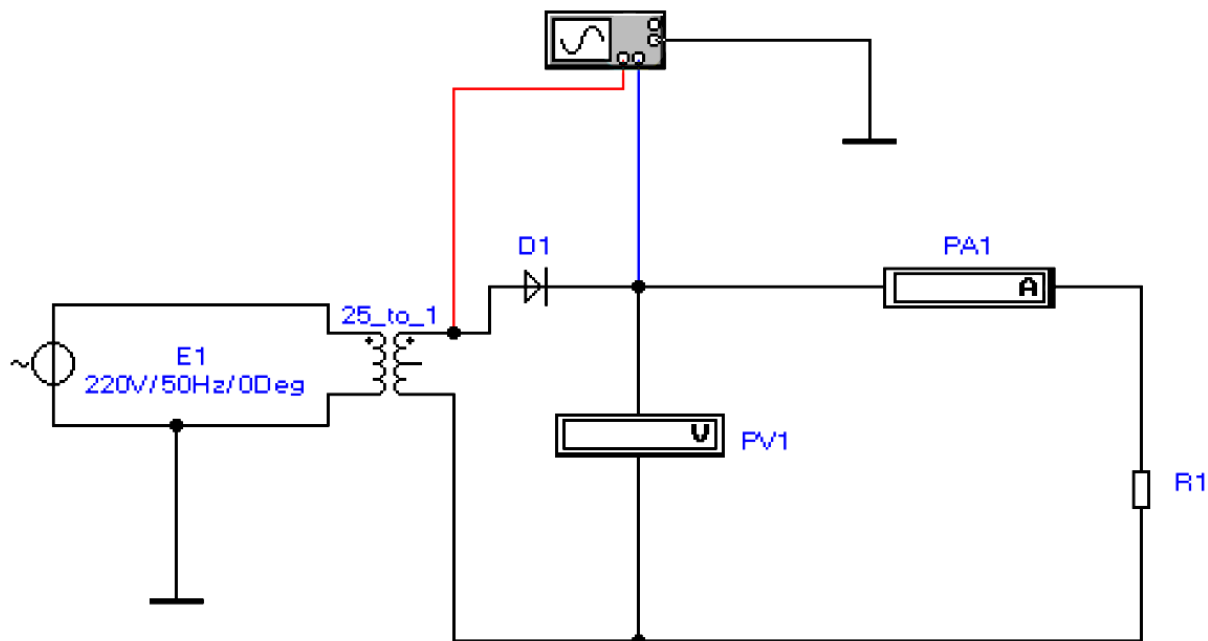
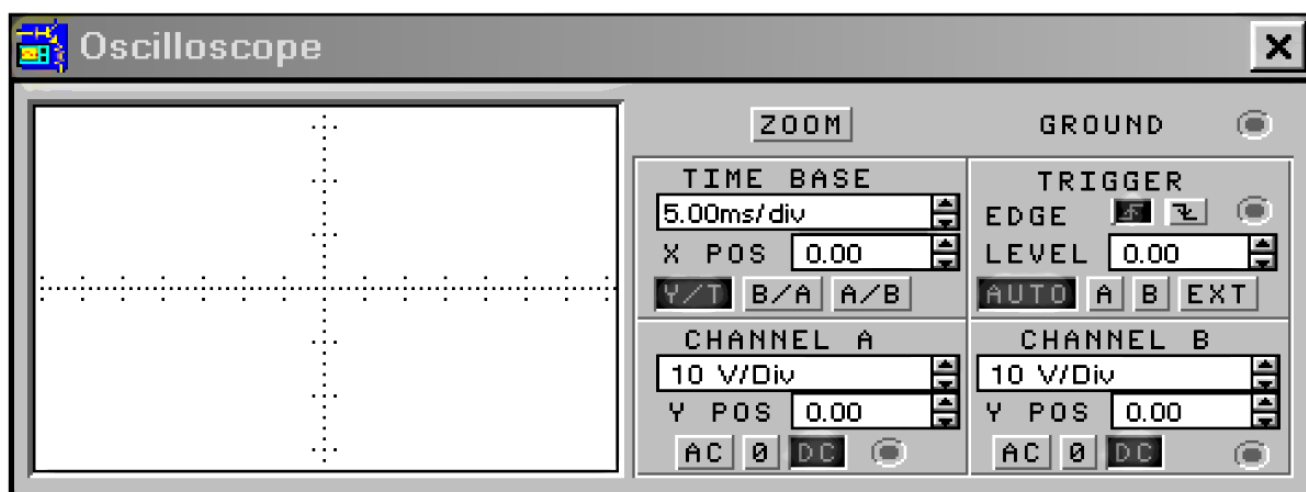

Рисунок 7
Рисунок 8
3. Исследовать однополупериодный выпрямитель. Для этого открыть файл со схемой однополупериодного выпрямителя (рисунок 7). На вход А осциллографа подать входной сигнал, а на вход В – выходной (рисунок 8).